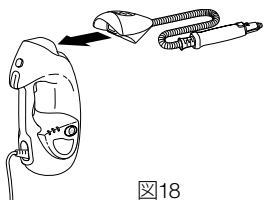

図18
- 付属ホースをハンディスチーマーのメインノズルに装着します。(図18)